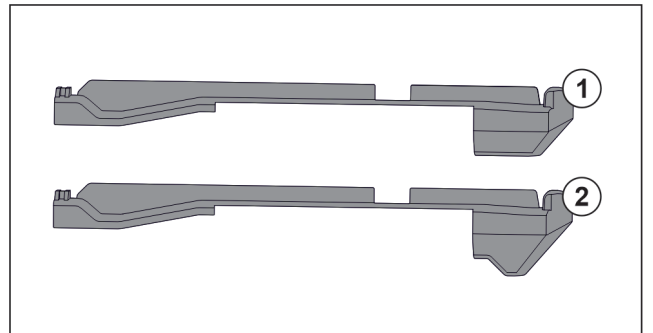

Fig. 126 对比插装件
冰箱中有两种不同的插装件。最底部抽屉上方的插装件 Fig. 126 (2) 有一个三角形的边缘。其他所有的插装件 Fig. 126 (1) 都有一个直的边缘。
- ▶ 将带有三角形边缘的插装件 Fig. 126 (2) 安装在最底部抽屉上方。
- ▶ 将带有直边缘的插装件 Fig. 126 (1) 安装到所有其他的位置上。